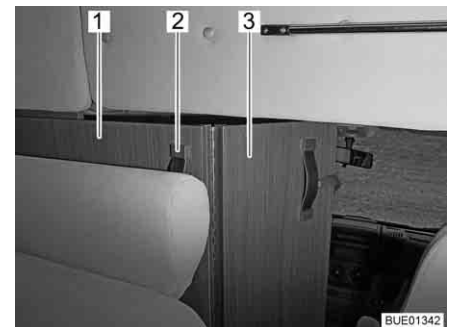

Fig. 57 Separation pour la cabine de conduite
- Saisir le ruban-poignee (Fig. 57,2) de la separation pour la cabine de conduite (Fig. 57,1) et la tirer vers l'interieur jusqu'a ce que le bord de la separation se trouve approximativement a hauteur du dossier de la banquette (Fig. 57).
- Deplier la partie rabattable de la separation pour la cabine de conduite (Fig. 57,3) entre les sieges de la cabine de conduite.